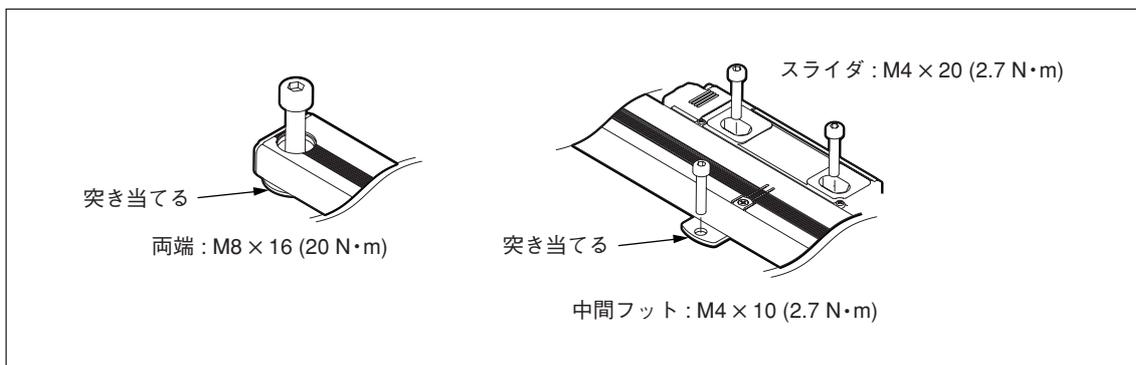

図2-4
- スケール取付ねじは一度に締めず、仮締めし、平行度を出してから規定トルク (図2-4参照) で締めつけてください。